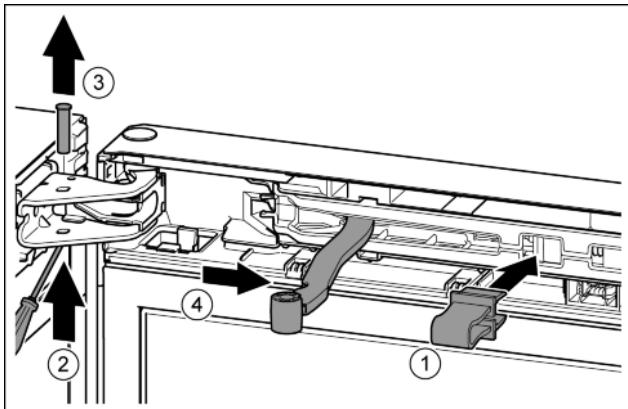

Fig. 13
- Зафиксировать предохранитель в отверстии. Fig. 13 (1)
- Выкрутить палец отверткой T15. Fig. 13 (2)
- Извлечь палец движением вверх. Fig. 13 (3)
- Повернуть шарнир в направлении двери. Fig. 13 (4)